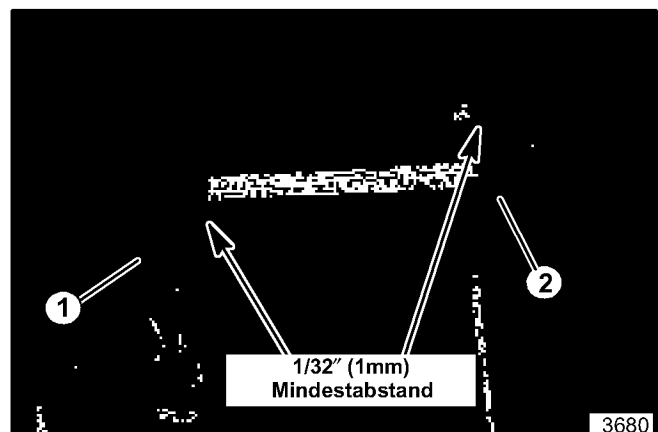

Abbildung 26. Spiel der Riemenansschläge
24. Den Kupplungshebel ausrücken. Die Spitzen der zwei Riemenansschläge prüfen. Es muß wenigstens 1 mm (1/32 Zoll) zwischen den Anschlagsspitzen vorhanden sein (siehe Abbildung 26). Bei Bedarf, die Schwenkplatte der Spannrolle lösen und entsprechend einstellen.